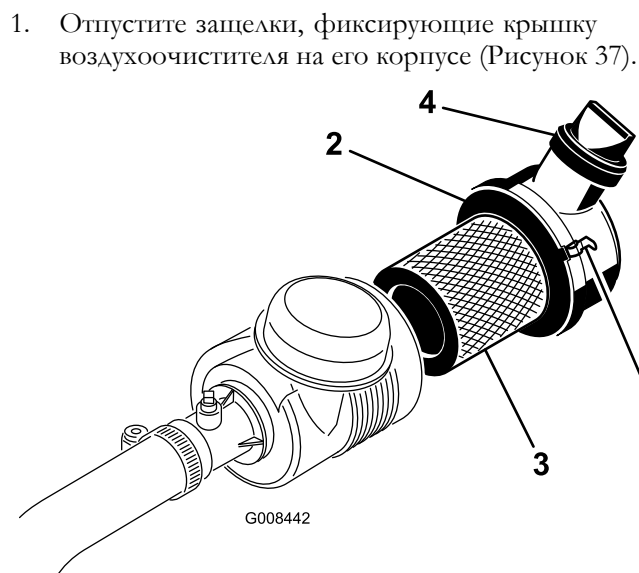

Рисунок 37
7. Поставьте на место крышку и закройте защелки (Рисунок 37).